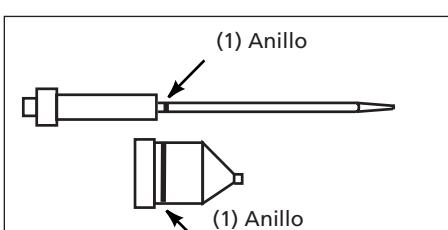

Figura 2 Juego de aguja y boquilla para materiales claros
- La aguja y boquilla para materiales claros tienen un solo anillo grabado como se muestra en la figura 2.